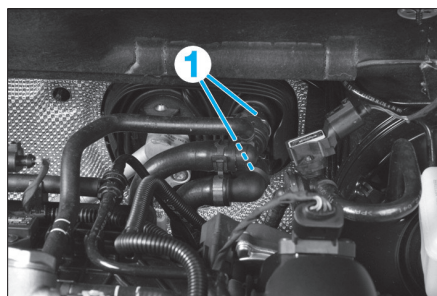

Fig. 8
- Pincer les durits de liquide de refroidissement (1) d'arrivée et de retour à l'aide de pince-durits au niveau du tablier et les débrancher du radiateur de chauffage en ayant au préalable repéré leur position (Fig.8).
- Mettre des pince-durits sur les durits du radiateur de chauffage puis repérer leur position (Fig.8).